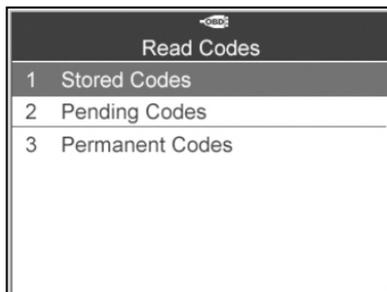

Figure 6.4
- 2) Utiliser le bouton de défilement **vers le haut/vers le bas** pour sélectionner **Codes mémorisés**, **Codes en attente** ou **Codes permanents** depuis le menu **Lire les codes**. Ensuite, appuyer sur le bouton **Y**. (Figure 6.4)